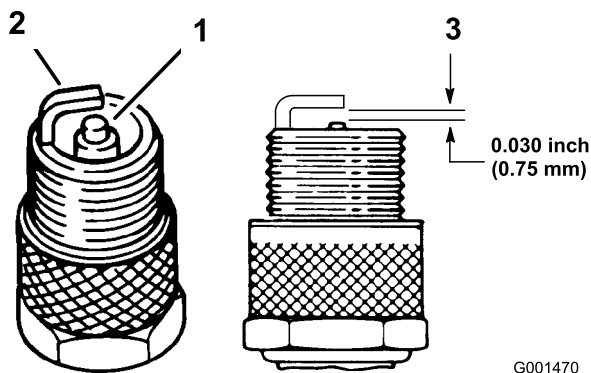

Figura 22
1. Veja a parte central das velas de ignição (Figura 22). Se verificar uma cobertura castanha ou cinzenta no isolante, o motor está a funcionar correctamente. Uma cobertura preta no isolante indica que o filtro de ar está sujo.
2. Verifique a folga entre os eléctrodos central e lateral (Figura 22). Dobre o eléctrodo lateral (Figura 22) se a folga não for a correcta.
3. Ligue os cabos às velas de ignição (Figura 22).